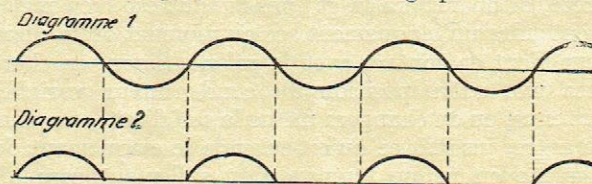
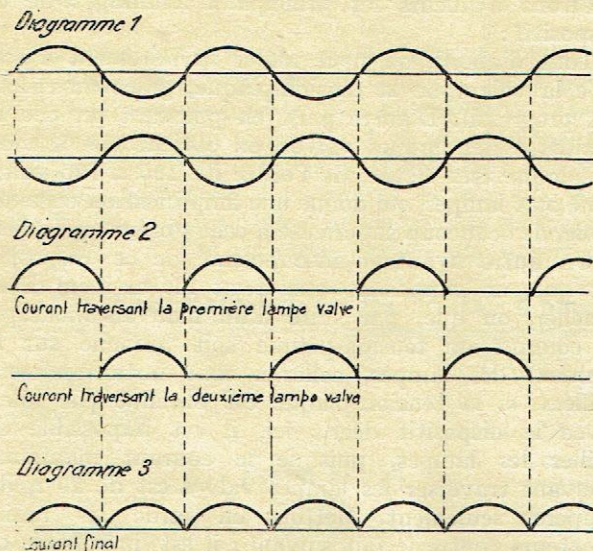
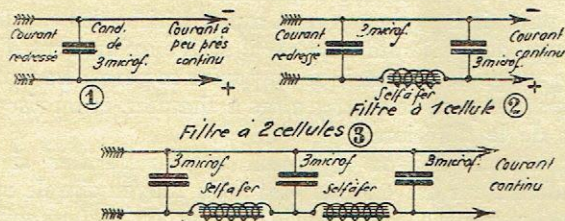
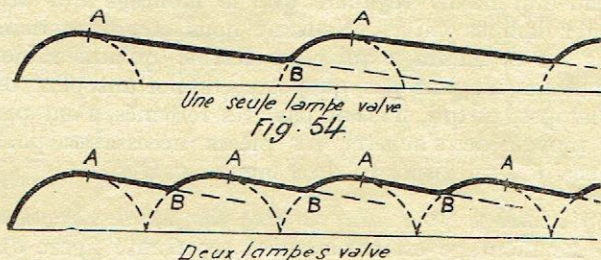

Fig. 56.
FIG. 57.
FIG. 58.
FIG. 59. — DEUX LAMPES VALVES.
1^o *Théorie du montage.* — Le fonctionnement du dispositif décrit ci-après est basé sur ce fait que dans une lampe de T. S. F. dont le filament est porté à l'incandescence, un courant électrique ne peut passer du filament à la plaque que dans un seul sens. Par conséquent, un courant alternatif passant à travers une lampe de T. S. F. dont le filament est allumé y est transformé en un courant semi-continu, ou pulsatoire. Le courant alternatif, représenté dans le diagramme n^o 1 de la figure 56, est transformé en courant ayant la forme du diagramme n^o 2. La lampe de T. S. F. employée dans le montage prend le nom de
gramme 1, de la figure 57, représente deux courants alternatifs : l'un dans un sens, l'autre dans l'autre. Le diagramme 2 montre ces deux mêmes courants ayant traversé chaque lampe valve. Le diagramme 3 montre le courant final obtenu par la superposition des deux courants du diagramme 2. Le courant final obtenu est presque continu. Il est dit ondulé.
Ayant obtenu soit le courant représenté par le diagramme 2 de la figure 56, soit le courant représenté par le diagramme 3 de la figure 57 ; soit que l'on utilise une ou deux lampes valves, il s'agit maintenant de transformer l'un ou l'autre de ces courants redressés en courant presque rigoureusement continu. A cet effet, on emploiera un dispositif de filtre constitué par des condensateurs fixes de 1 à 3 microfarads et par des selfs à fer, en l'espèce des transformateurs basse fréquence quelconques (1). On peut utiliser des filtres plus ou moins efficaces. Le plus simple sera un simple condensateur de 2 ou 3 microfarads, comme représenté n° 1, figure 58. Ce filtre est très économique, mais ne satisfera que les radio-amateurs peu difficiles. Le filtre dit à une cellule, représenté n° 2, figure 58, est beaucoup plus efficace, et il ne donne dans l'écouteur qu'un bourdonnement imperceptible. C'est celui employé par la grande majorité des radio-amateurs. Le filtre dit à deux cellules, représenté n° 3, donne une audition parfaite, mais il est très coûteux. Le mécanisme du filtre est représenté figure 59. Le courant finalement obtenu est représenté en traits forts. Les condensateurs se chargent au sommet des courbes poin-
tillées, leur décharge étant une ligne droite qui va en descendant légèrement ainsi qu'on le remarque dans la portion AB des courbes de la figure 59.
Terminons en indiquant qu'il est nécessaire d'utiliser un transformateur, branché sur le courant du secteur, et donnant, dans le cas d'une lampe valve, 4 volts pour le chauffage de la lampe, et 200 volts pour la tension-plaque, et, dans le cas de deux lampes valves, 4 volts pour le chauffage des deux lampes, et 150 v. + 150 v. = 300 v., pour obtenir les deux courants du diagramme 1 de la figure 57.